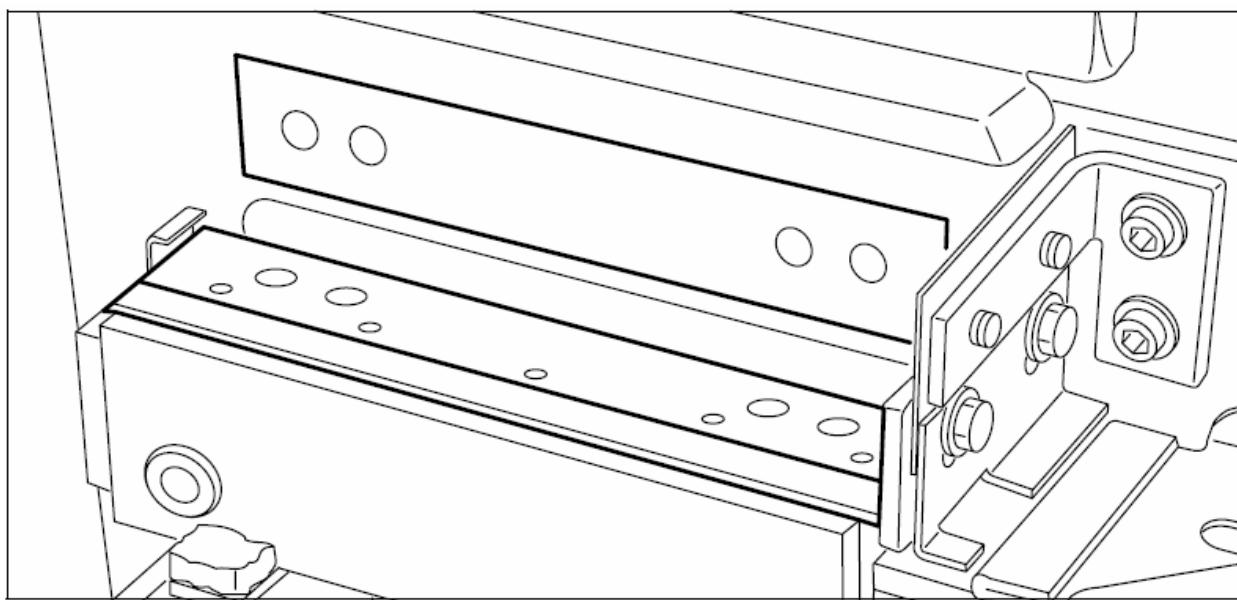

Рисунок 114. Выравнивание положения отверстий на ленте
5. Выровняйте отверстия на самоклеящейся ленте с отверстиями на этикетке несущей рамы устройства (см. рисунок 114). Если такое выравнивание не получается, то вам следует поднять ленту над ведущим роликом и продвинуть ее далее вперед между двумя ножами до тех пор, пока указанные отверстия не совпадут.